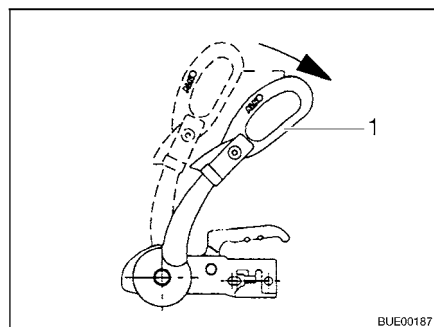

Fig. 195 Poignée de stabilisation
- Ouvrir la poignée de stabilisation (Fig. 195,1).